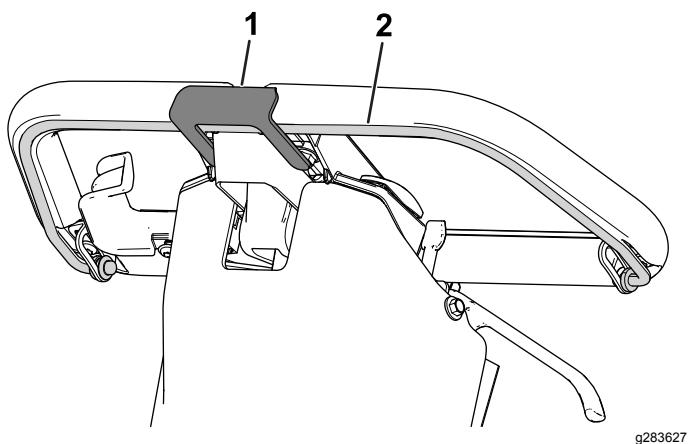

Figure 12
- **Machines équipées d'une barre d'embrayage** : engagez la barre d'embrayage et montez l'arrêt de barre (Figure 12).